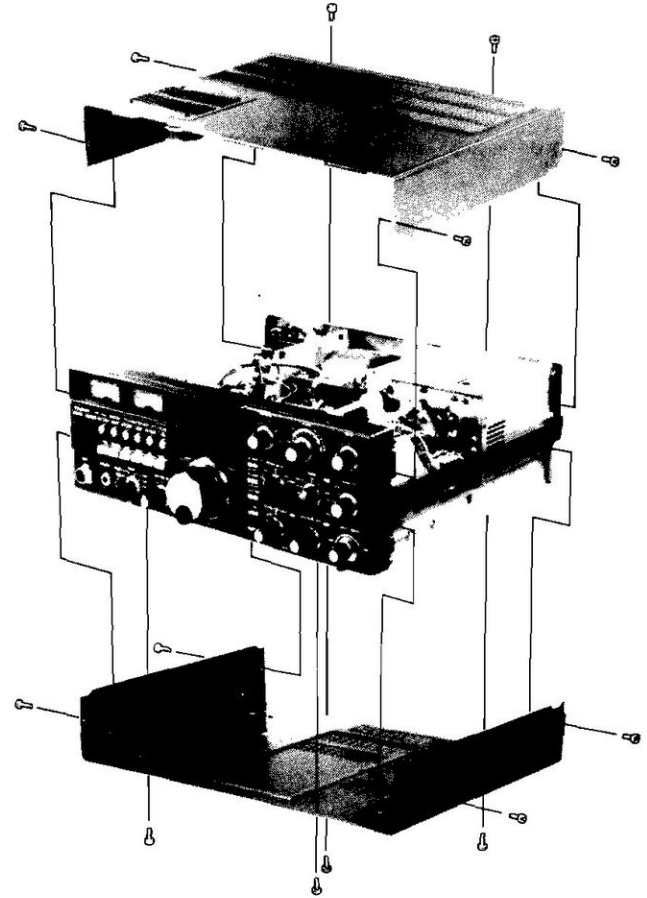

Figure 1
1. Si sconnetta l'apparato dalla rete. Togliere le due viti della maniglia e quindi le altre 14 viti dei cofani superiore ed inferiore, come illustrato in Fig. 1. Togliere la maniglia ed i cofani.